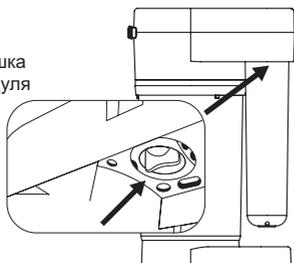

Рис. 7
- Замените мембранный модуль на сервисную заглушку (см. рис. 7).